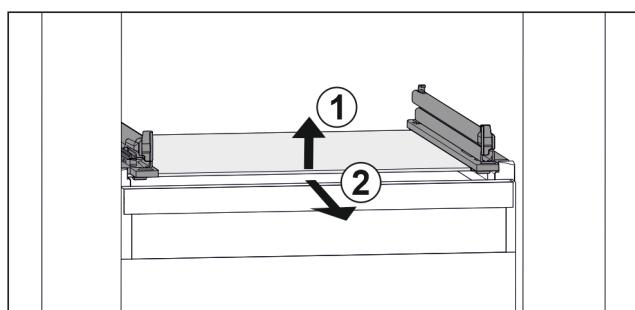

Fig. 133 Príklad zobrazenia sklenenej dosky
- ▶ Nadvihnite sklenenú dosku vpred. Fig. 133 (1)
- ▶ Odoberte sklenenú dosku dopredu. Fig. 133 (2)